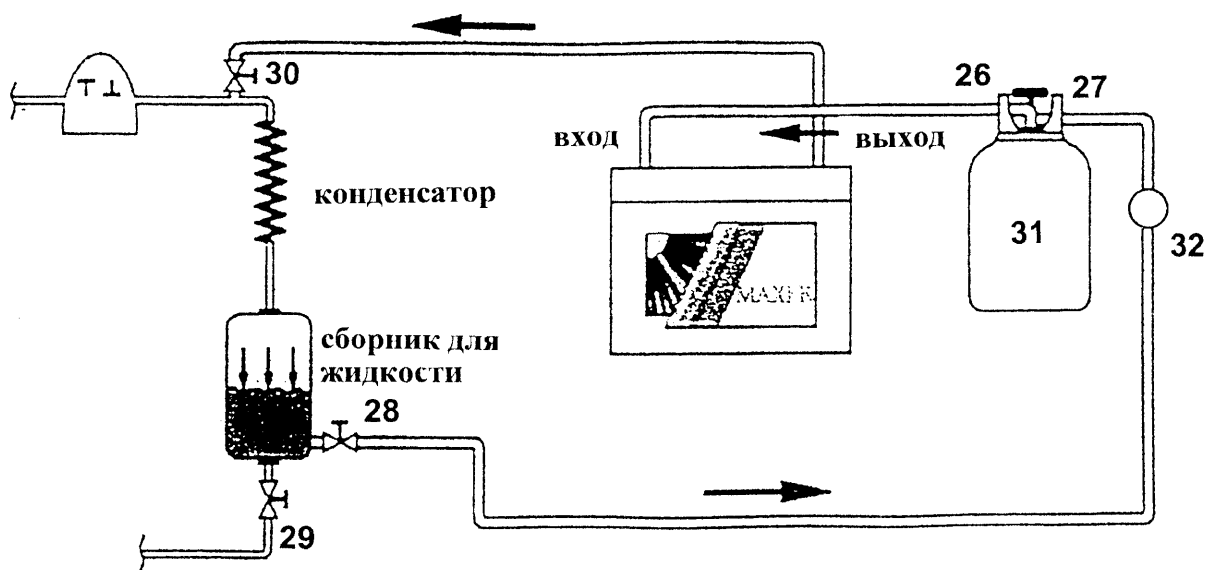

Рисунок 4.
4. ПЕРЕКАЧКА МЕТОДОМ „PUSH-PULL” (см. рис. 4 и 5).